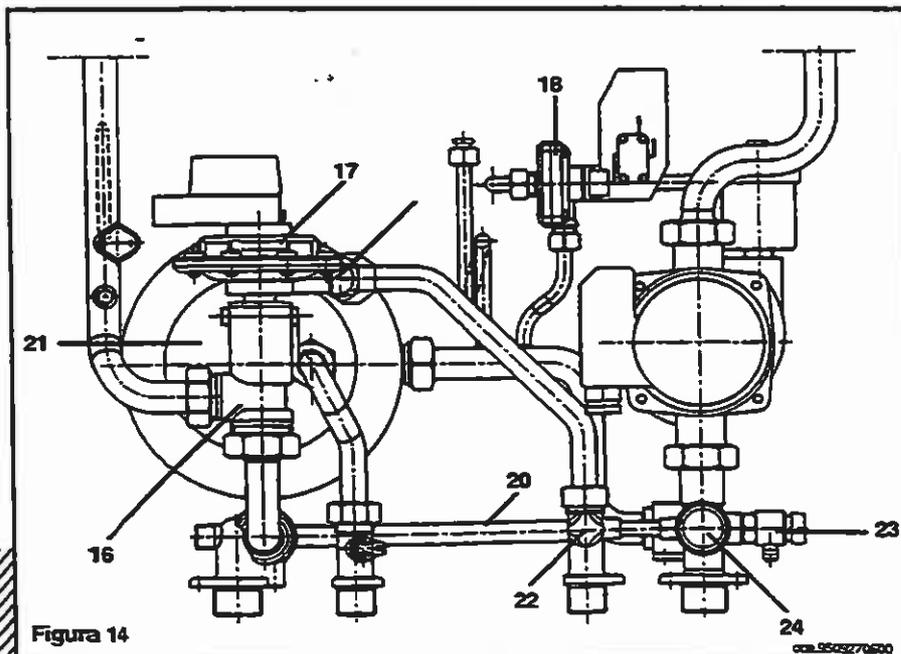

Figura 14
- \* svuotare l'impianto, se possibile limitatamente alla caldaia, mediante l'apposito rubinetto di scarico (23 figura 14 a pagina 32);
- \* togliere il gruppo valvola a tre vie (16), precedenza sanitario (17), scambiatore (21);